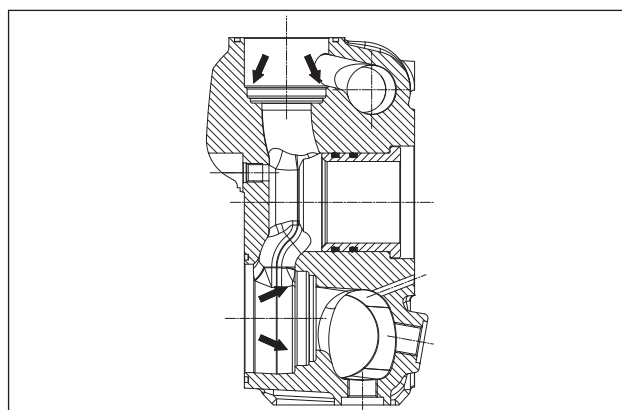

Рис. 149
Перед тем как устанавливать клапанные узлы обратно на место, хорошо очистите и высушите соответствующие гнезда в торце, обозначенные стрелками (поз. ①, Рис. 149).